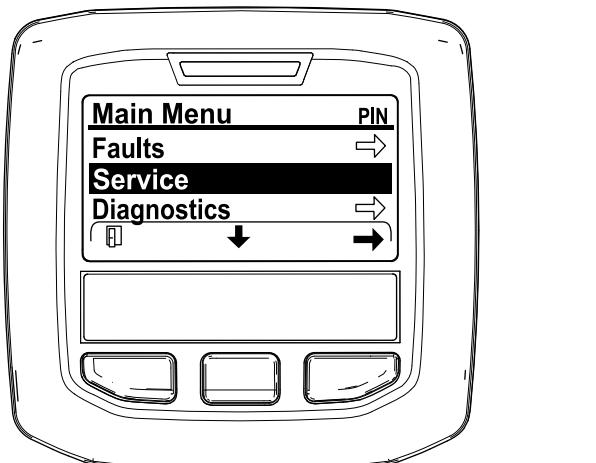

Figura 39
- Vá até ao MENU PRINCIPAL, prima o botão central para ir até ao MENU DE MANUTENÇÃO e prima o botão direito para selecionar a opção de MANUTENÇÃO (Figura 39).